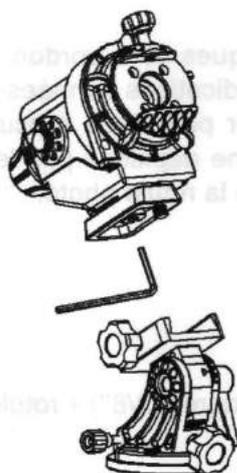

Fig. 6
2. Installez la monture *Star Adventurer* sur sa tête équatoriale (Fig. 6). Assurez-vous que la butée est orientée vers l'avant.